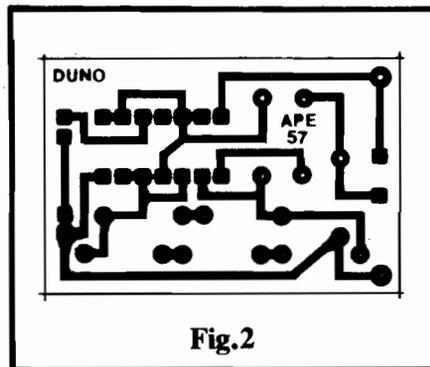

Fig. 2
**- FIG. 2 - LAY OUT DO CIRCUITO IMPRESSO ESPECÍFICO** - A placa é "maneira" em tamanho (como convém a uma montagem que deva ser mecanicamente "embutida" num brinquedo...) e simples na sua disposição de ilhas e pistas... Como a figura está em tamanho natural (1:1), é só "carbonar" sobre a face cobreada de um fenolite virgem nas convenientes dimensões, e "tocar o barco" na con-